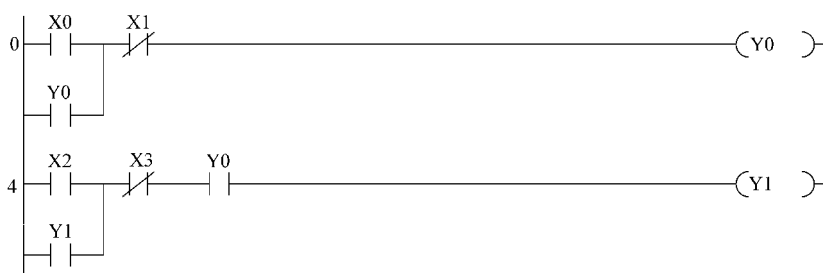

图 3-26 PLC 梯形图 (18)
15. 如图 3-26 所示, PLC 梯形图实现的功能是 ()。